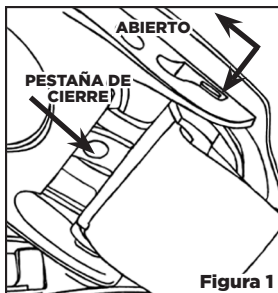

Figura 1
- 1 Oprima la pestaña de cierre en el clip de retención gris y empuje el clip de retención gris hacia adelante. Haga esto en ambos lados de la máscara. **[Ver Figura 1]**